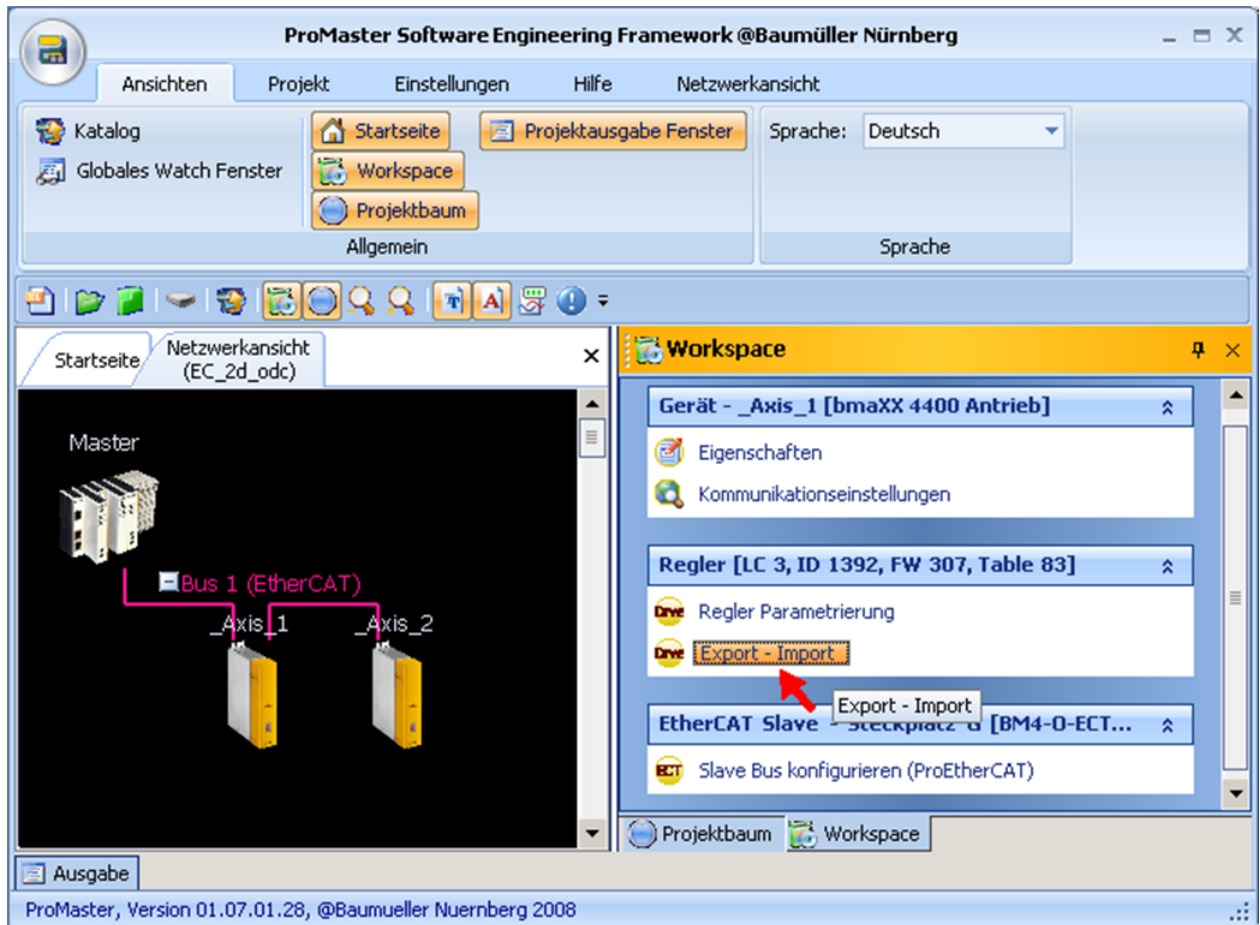
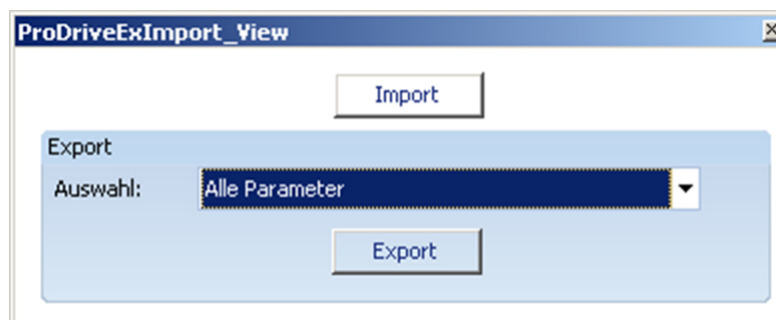

Abbildung 5: ProMaster Export-Import-Funktion
Abbildung 6: Export-Import-Funktion
- Mithilfe der "Export-Import"-Funktion (im Workspace) exportieren Sie nun "alle Parameter" in eine Datei Ihrer Wahl. Siehe folgende ▶Abbildung 5◀ und ▶Abbildung 6◀. Diese Datei enthält neben den projektierten Parameterwerten auch deren Definitionen.